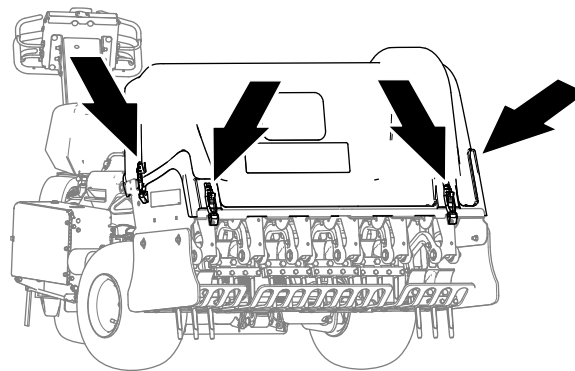

Figura 148
4. Deblocați capucul capului de carotaj în locaia cu 4 elemente de fixare (Figura 148 și Figura 150).